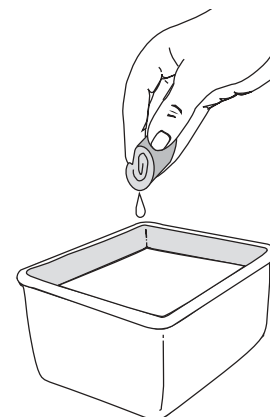

Fig. 28
3. Lave el filtro con agua y detergente (Fig. 28). Enjuague bien el filtro. Escurra el exceso de agua. Déjelo secar por completo.